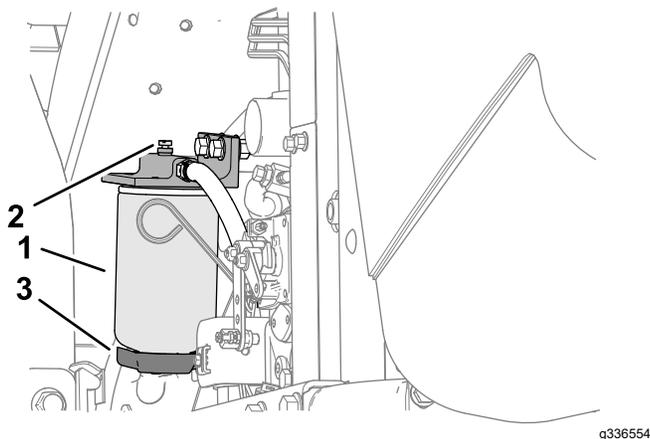

Figura 76
4. Afloje la válvula de vaciado en la parte inferior del cartucho del filtro (Figura 76).
3. Limpie la zona de montaje del cartucho del filtro (Figura 76).